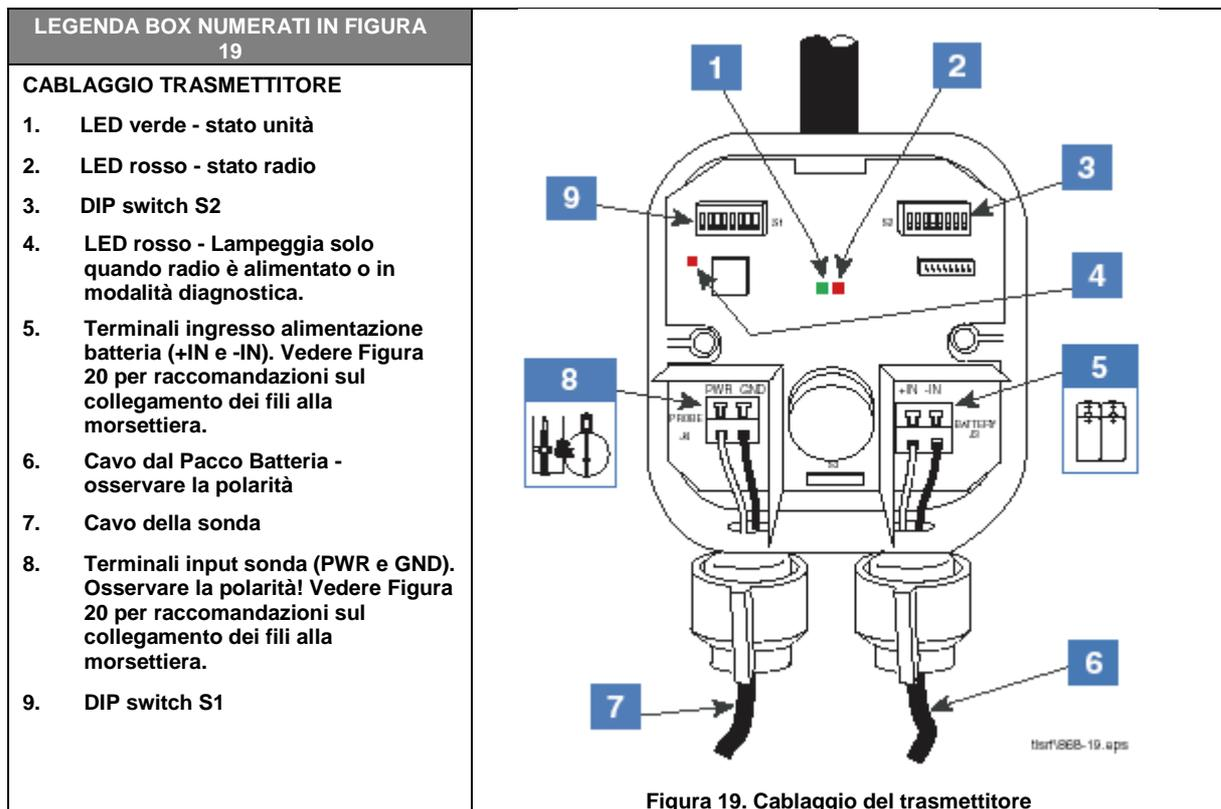
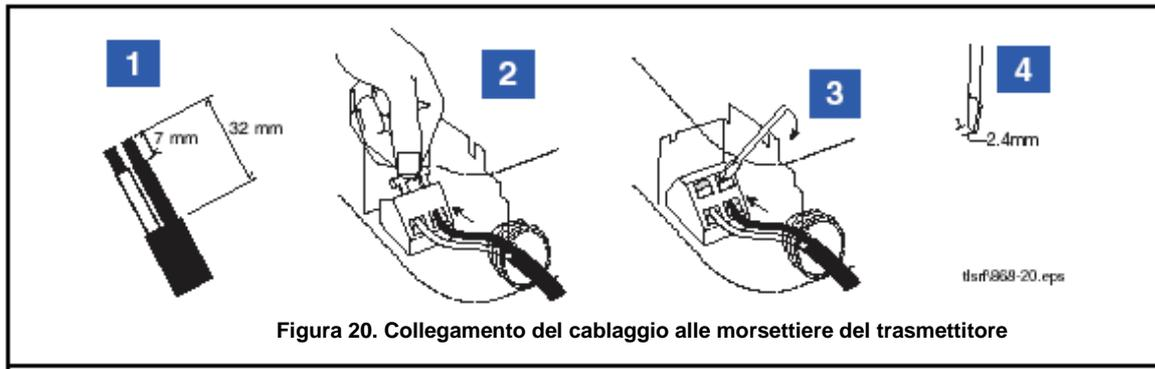

Figura 19. Cablaggio del trasmettitore
Figura 20. Collegamento del cablaggio alle morsettiere del trasmettitore
11. Collegare il cavo sonda Mag alla morsettiera SONDA (bianco a PWR e nero a GND) e il pacco batteria/cavo alimentazione cc alla morsettiera BATTERIA (bianco a +IN e nero a -IN) come mostrato in Figura 19 e Figura 20. Stringere i dadi di ingresso del serrafilo.
LEGENDA BOX NUMERATI IN FIGURA 20
5. Una delle coppie è per la comunicazione RS-485 (terminali - & +) e l'altra per l'alimentazione elettrica del ricevitore (+15 Vdc & Gnd). Usare la Figura 20 come guida, collegare i fili dei due cavi bipolari ai terminali RS-485.
- a. Tornare al trasmettitore e sostituire il coperchio del pozzetto, o se un distributore, chiudere il coperchio di accesso del pozzetto. Ritornare al TLS RF e verificare che lo stesso LED continui a lampeggiare ogni 6 secondi. Se **si**, il ricevitore sta continuando a comunicare con il trasmettitore dopo che è stato sostituito il coperchio del passo d'uomo o altra ostruzione. Ritornare allo stesso trasmettitore, rimuovere il coperchio del passo d'uomo e scollegare il cavo di alimentazione dal pacco batterie e continuare al punto 4. Se il LED non lampeggia ogni 6 secondi, il ricevitore non sta ricevendo il segnale del trasmettitore. Ritornare al trasmettitore e rimuovere l'ostruzione. Facendo riferimento allo schema del sito, verificare che sia impostato l'ID sito corretto nei DIP switch S2 5-8 del trasmettitore (item 3 in Figura 19 a pagina 19). Verificare che l'antenna del trasmettitore sia orientata verso il ricevitore come mostrato in Figura 17 a pagina 17, se lo è spostarla e riverificare presso il TLS RF per vedere se la nuova posizione aiuta. Sostituire l'ostruzione e verificare nuovamente il LED nel TLS RF. Se non lampeggia, provare a riposizionare il trasmettitore più in basso sul condotto, quindi sostituire l'ostruzione e verificare nuovamente il LED nel TLS RF. Se il riorientamento dell'antenna o l'abbassamento del trasmettitore non aiuta, prendere nota nello schema che il segnale da questo trasmettitore non viene ricevuto, scollegare il cavo di alimentazione del trasmettitore presso il pacco batterie, e continuare al Passo 4.
- b. Rimuovere il coperchio del trasmettitore problematico. Il LED verde (item 1 in Figura 19 a pagina 19) dovrebbe lampeggiare indicando che è in corso la lettura della sonda. Anche il LED rosso (item 2) dovrebbe lampeggiare indicando che il trasmettitore si è collegato con il ricevitore e ha trasmesso i dati della sonda. Questa sequenza di flash verde/rossa dovrebbe verificarsi ogni 6 secondi mentre il trasmettitore è in modalità continua. Se non si rileva lampeggio verde, verificare le connessioni dei cablaggi del cavo della sonda. Se il LED verde lampeggia ogni 6 secondi, ma il LED rosso non lampeggia, il trasmettitore sta leggendo i dati della sonda, ma per qualche ragione non si sta collegando, e non sta trasmettendo con il ricevitore. Tuttavia è necessario verificare ulteriori trasmettitori prima di concludere che il ricevitore non sta funzionando correttamente. Se il LED verde lampeggia velocemente (circa 1/10 di secondo) ogni 6 secondi, può significare uno dei possibili errori della sonda a seconda del numero di lampeggi. Prima di continuare al passo 4, scollegare il cavo di alimentazione del trasmettitore presso il pacco batterie.